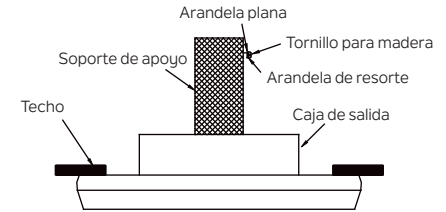

Figura 11
Paso 1. Inserte un tornillo para madera y arandelas en el costado de la abrazadera que sostiene la caja de salida. Deje 3 mm (1/8") de espacio entre el soporte de apoyo y la arandela. (Figura 11)